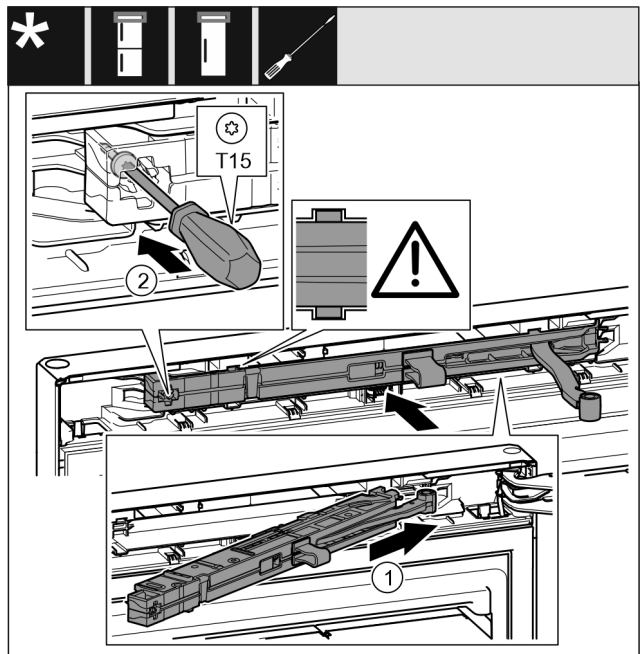

Fig. 20
- ▶ Gurnite jedinicu prigušivača zatvaranja na strani podloška ležaja do graničnika koso u otvor. Fig. 20 (1)
- ▶ Odvijačem T15 čvrsto pritegnite vijak. Fig. 20 (2)